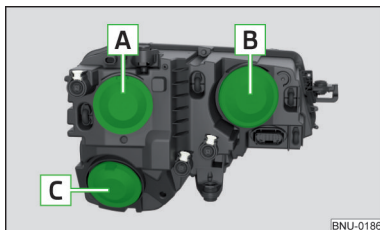

Fig. 342
- › Retirar la tapa protectora **A** o **B** » fig. 342 de la pág. 310.
- › Retirar la tapa protectora **B** » fig. 342 de la pág. 310.
- › Colocar la tapa protectora **B** » fig. 342 de la pág. 310.
- Retirar la tapa protectora **B** » fig. 342 de la pág. 310.
- Colocar la tapa protectora **B** » fig. 342 de la pág. 310.
- Retirar la tapa protectora **C** » fig. 342 de la pág. 310.
Retirar la tapa protectora **C** » fig. 342 de la pág. 310.